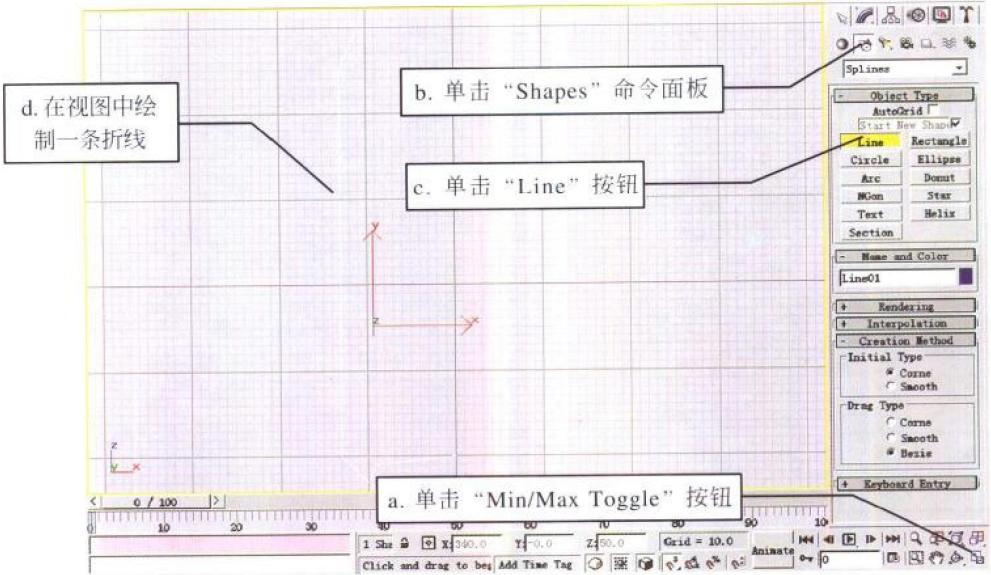

图 1-1-3
(1) 选中“Front”（前）视图，按下“W”键，或单击视图控制区中的“Min/Max Toggle”（最小 / 最大化开关）按钮，见图 1-1-3 中的 a，将当前视图最大化。
(2) 按下“S”键，打开三维捕捉开关，以便使每一次移动的步长相同。
(3) 单击“Create”（建立）→“Shapes”（二维造型体）命令面板，见图 1-1-3 中的 b。单击其中的“Line”（画线）按钮，见图 1-1-3 中的 c。在视图中绘制一条折线，见图 1-1-3 中的 d，作为易拉罐罐身的轮廓线。